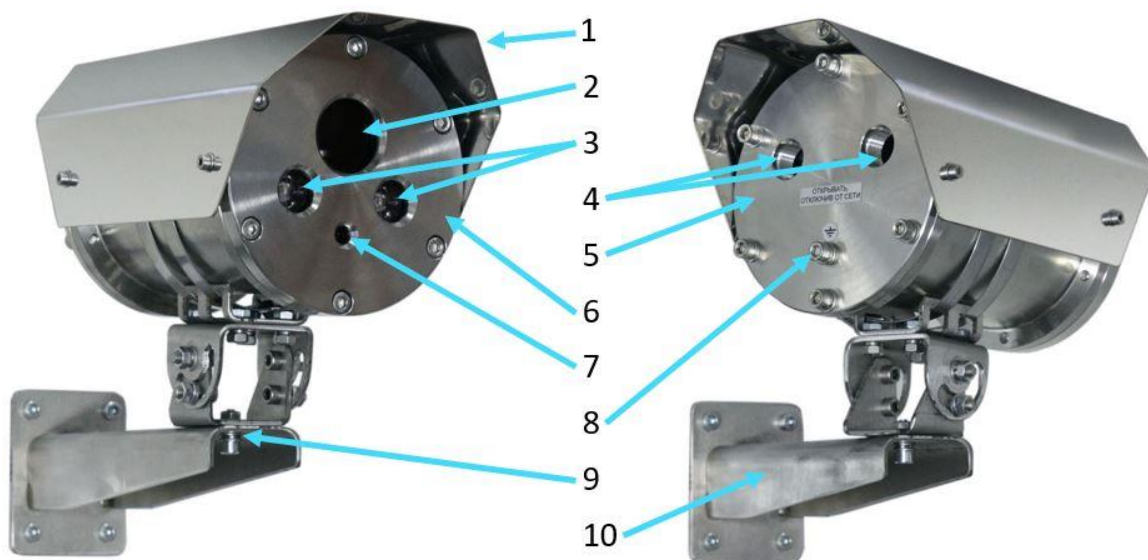

Рисунок 2 – Внешний вид видеокамеры
- Открутить винт (9) и отсоединить от видеокамеры крепежно-юстировочное устройство (10), рис. 2;
- Закрепить крепежно-юстировочное устройство (10) на установленное проектом место;
- Открутить фиксирующие винты и отделить заднюю крышку (5) от корпуса видеокамеры. Отделять заднюю крышку осторожно, чтобы не повредить провода от видеомодуля и ИК-подсветки.
- Через кабельные вводы (4) завести внешние питающий и сигнальный кабели, подключить их к плате коммутации видеокамеры согласно схеме подключения, рис 3;
- Установить видеокамеру на крепежно-юстировочное устройство (10), включить монитор, нацелить камеру на контролируемую зону и зафиксировать винтом (9), рис. 2;